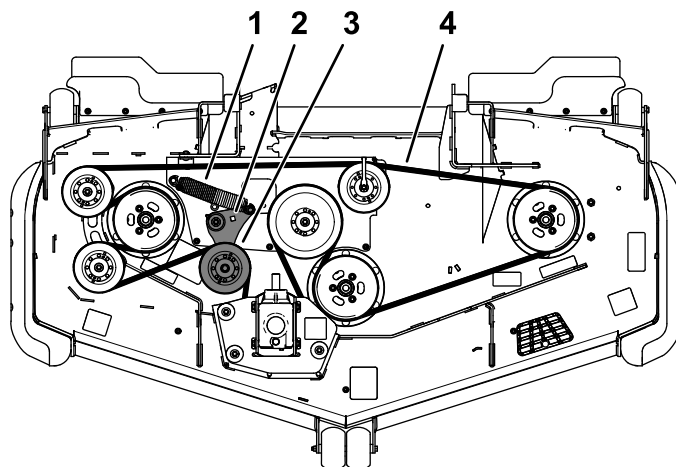

図 55
- アイドラームについている四角い穴にラチェットを差し込んで、この原理でアイドラスプリングのテンションをゆるめる (図 55)。
- 新しいベルトを芝刈り機のプーリーに取り付ける (図 55)。
8. スプリングの端がアンカーの溝に収まっていることを確認し、角穴のラチェットを使ってベルトをアイドラプーリーの周りに取り付けまる(図 55)。